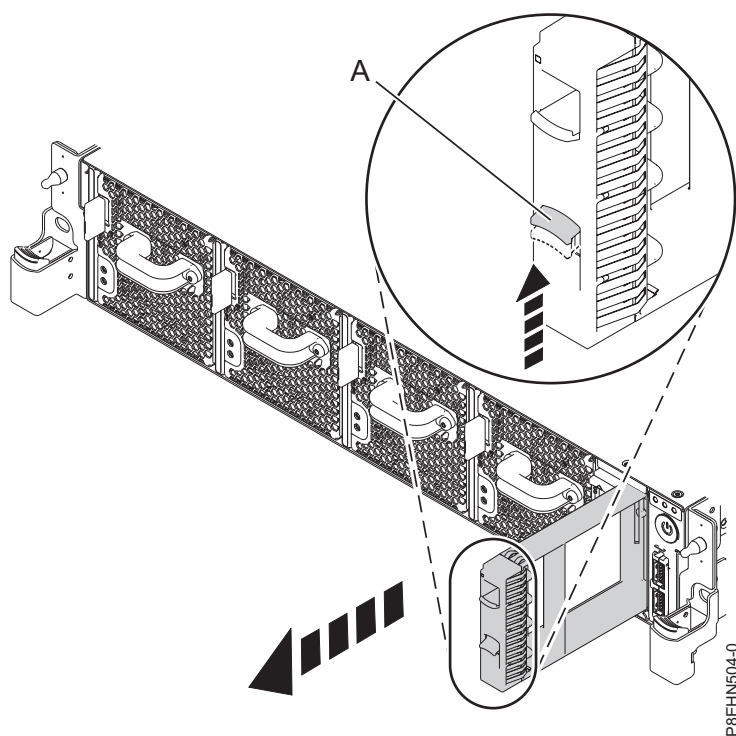

Figura 25. Removendo um preenchedor da unidade de disco em um sistema.
- a. Empurre a trava (A) na alça do preenchedor. Consulte Figura 25 na página 20.